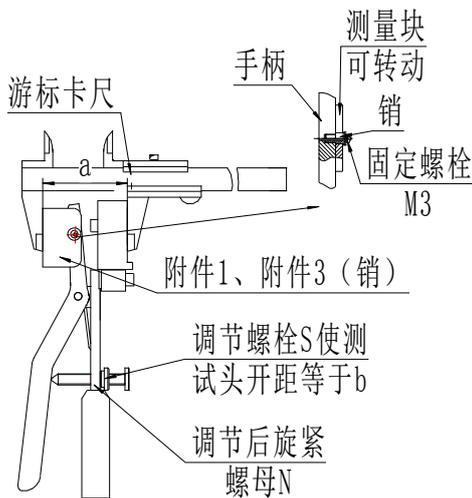
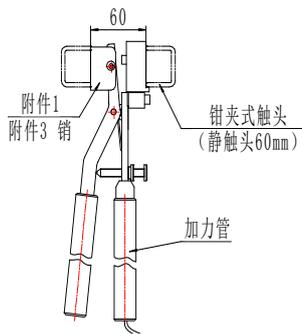
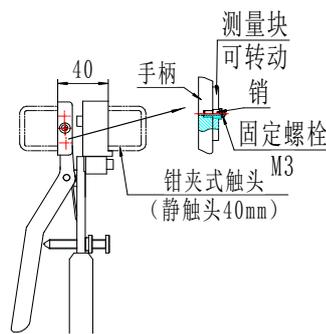
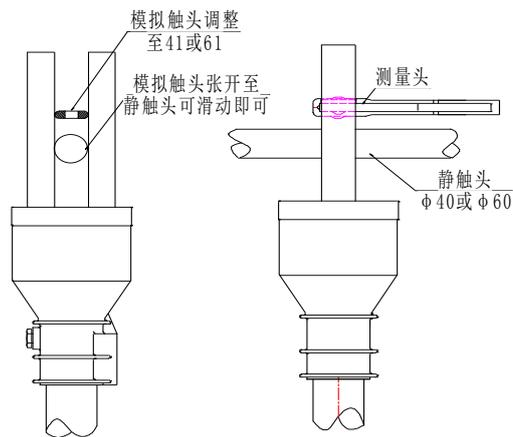

图 3 模拟触头宽度测量示意图
图 5 折臂式隔离开关（静触头 60mm，如 GW22B-252）测量示意图
图 6 折臂式隔离开关（静触头 40mm，如 GW22B-126）测量示意图
图 7 折臂式隔离开关（已挂静触头触头）测量示意图
4.1.2 根据触头宽度 b ，调整测试仪测试钳（下面称之为模拟触头）的宽度 a ，（见图 3、图 4），使 $a=b$ ；
4.1.3 图 3 是用于 GW16、GW22、GW6 等折叠式、剪刀式隔离开关模拟触头的调整方法，拆除附件 4、附件 5，装上附件 1、附件 3 销（“1”用于静触头直径 60mm 的刀闸，静触头直径 40mm 的刀闸装附件 2、附件 3 销），将卡尺锁定在 a 上，卡住模拟触头，再缓慢调节螺栓 S ，调好后锁紧螺母 N 。测量示意图见图 5、图 6 和图 7。
4.4.2 图 5、图 6 是折臂式隔离开关未装静触头的测量示意图。测量时将调整好模拟触
4.4.3 图 7 是折臂式隔离开关已装静触头的示意图。测量时将模拟触头尺寸 a 调整到大于静触头 1mm 左右，如静触头直径为 $\Phi 40\text{mm}$ ，则需调整 $a=41\text{mm}$ 。一只手使缓慢地使模拟触头张开，另一只手抓住静触头晃动，如果静触头能在触指中轻松滑动或转动，这时压力测试仪上显示的读数即为该触头的接触压力。**注意：模拟触头的张开速度应该很缓慢！**
二、折臂式隔离开关触指压力的测量（如 GW16、GW17、GW22、GW23 型隔离开关，已挂静触头），按图 3、4 要求更换测量附件